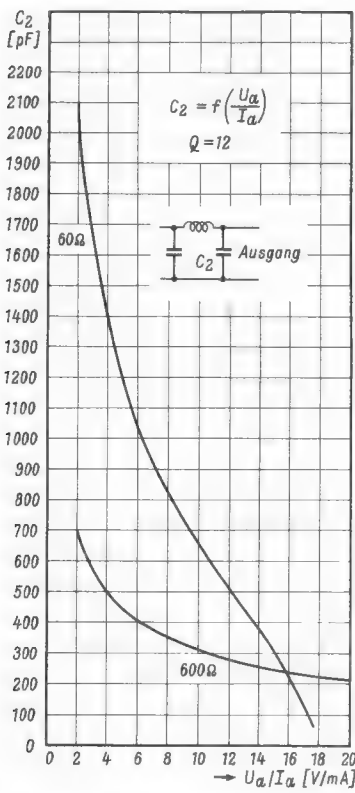
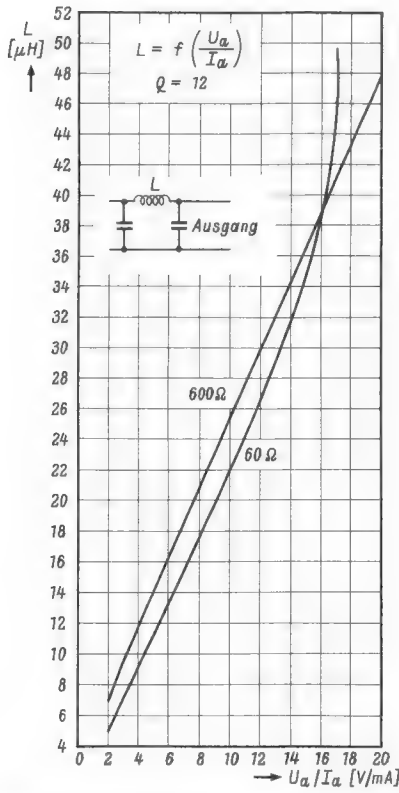
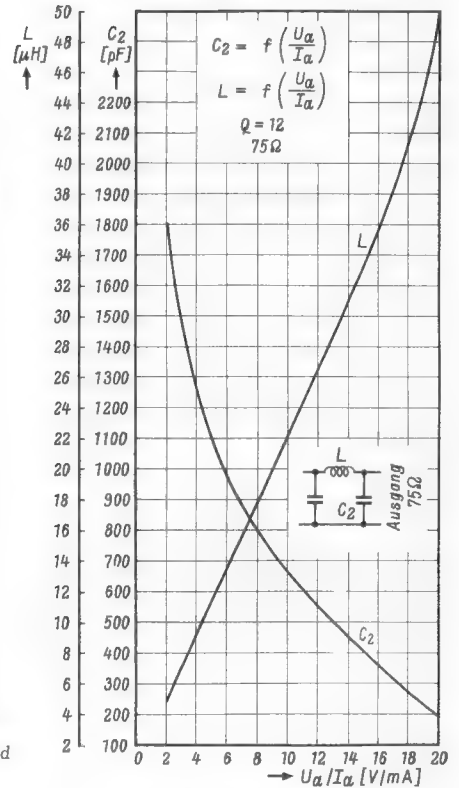
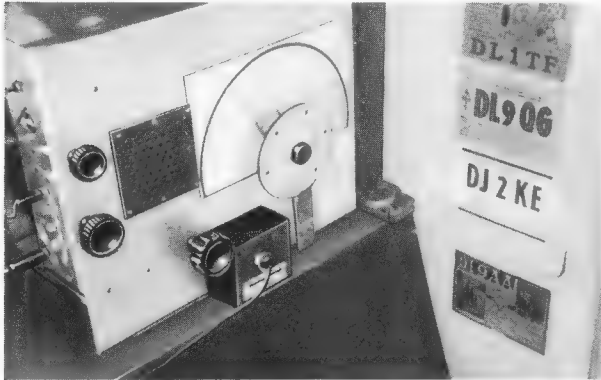

Bild 2. Bemessung des Ausgangskondensators C2 für 60 Ω und 600 Ω Antennenanpassung
Bild 3. Bemessung der Filterspule L für 60 Ω und 600 Ω Antennenanpassung
Bild 4. Die Werte für L und C2 bei einer 75-Ω-Antenne
Bild 1. Die Feinabstimm-Skala im Betrieb
Frage kommen. Im einzelnen stellen die Kurven folgende Beziehungen dar: Bild 1 dient zur Bemessung des Eingangskondensators C1 in Abhängigkeit vom Zahlenwert Ua/Ia. Bild 2 enthält die Kurven für C2 bei Ausgangsanpassungen von 60 Ω und 600 Ω. Bild 3 zeigt die entsprechenden Bemessungswerte für die Längsspule L bei 60 Ω und 600 Ω und Bild 4 bringt die Angaben für L und C2 bei einem 75-Ω-Ausgang.
Das Verhältnis von Anodenspannung zu Anodenstrom beträgt 250 : 50 = 5. Aus der Kurve Bild 1 ergibt sich bei diesem Verhältnis für C1 ein Wert von rund 220 pF. Für eine 600-Ω-Anpassung entnimmt man für Ua/Ia = 5 aus Bild 2 für den Kondensator C2 einen Wert von rund 440 pF und aus Bild 3 für L (bei 600 Ω) einen Wert von 14,2 μH. Diese Werte gelten für eine Betriebsfrequenz von f = 3,5 MHz.
z. B. ein Amateurband, das auf der oberen Skala nur 5° ausmacht, auf der Feinabstimm-Skala auf 25° gespreizt werden. Bild 1 zeigt eine Ansicht des Empfängers mit dieser Skala. So lassen sich auch einfache Geräte mit wenig Mitteln bedeutend verbessern. Jan-W. Depdolla